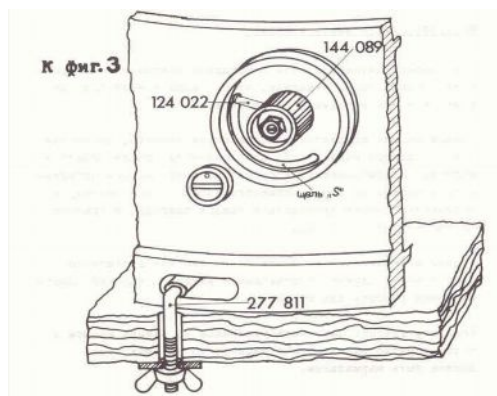

Рис. 14
4.5. Установка длины стежка (рис. 14)